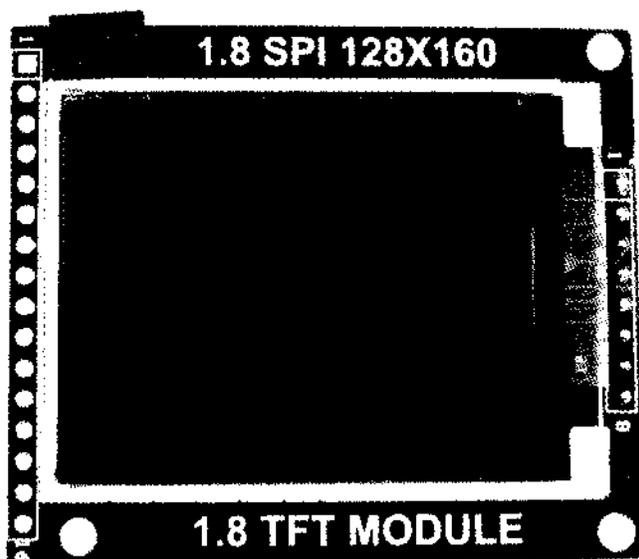

Рис. 3.14. Цветной графический дисплей
**Цветной графический LCD-дисплей** (рис. 3.14). Графическая матрица устроена аналогично компьютерному монитору и позволяет отображать минимум 262 000 цветов. Недорогие дисплеи подходящего размера обычно подключаются к источнику данных по протоколу SPI. В прошивке MultiWii не реализована поддержка цветных дисплеев с протоколом SPI, поэтому автором разработана собственная конструкция автономного модуля дисплея на основе микроконтроллера Atmega328.